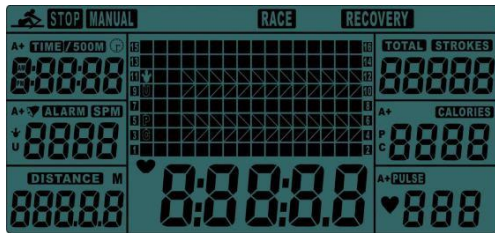
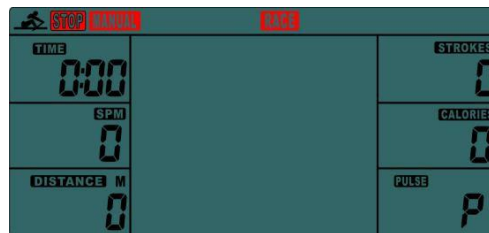

Fig.1
Fig.2
1. Sätt in två AA-batterier. Konsolen piper nu i två sekunder medan skärmen utför ett segmenttest (fig.1). Konsolen kommer då att öppna träningsläget (fig.2).